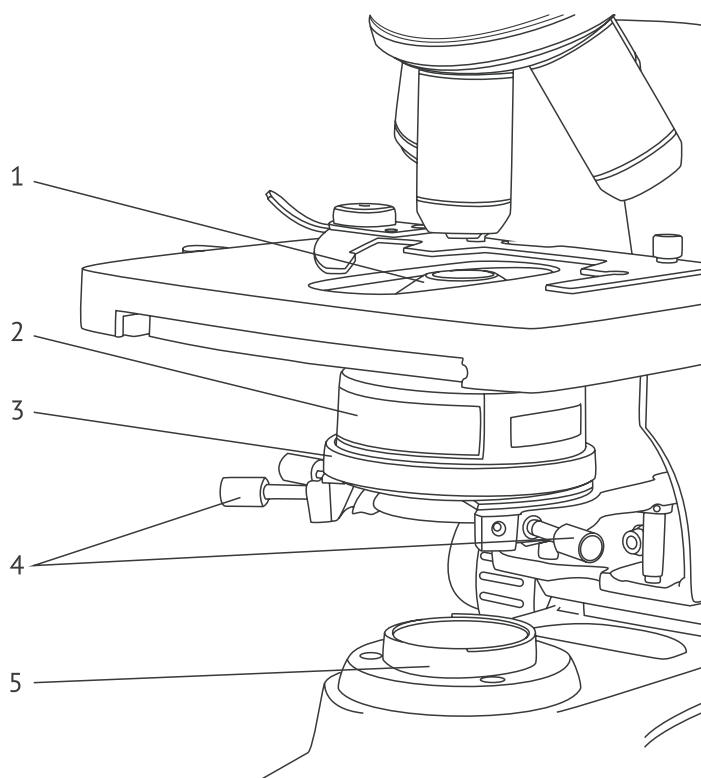
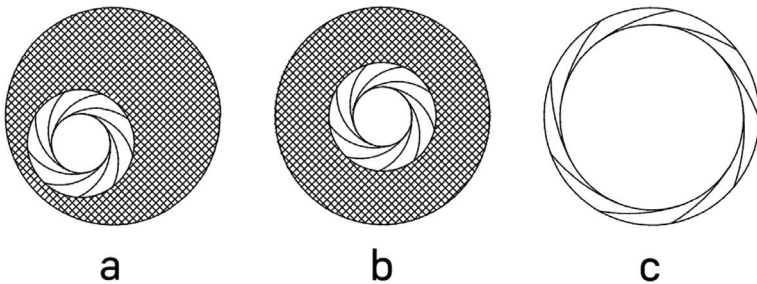

Рис. 10. Осветительное устройство микроскопа.
Рис. 11. Регулировка апертурной диафрагмы.
- Поворотом кольца 3 (рис. 10) против часовой стрелки полностью раскройте апертурную диафрагму.
- Наблюдая в окулярный тубус и медленно прикрывая диафрагму добейтесь появления изображения отверстия диафрагмы в выходном зрачке объектива (рис. 11 а или рис. 11b).
Если диафрагма не отцентрирована (рис. 11 а) необходимо произвести ее центровку.
- Поочередно вращая винты центрировки конденсора 4 (рис. 10) приведите изображение диафрагмы в центр зрачка (рис. 11 б).
- Поворотом кольца 3 (рис. 10) установите размер диафрагмы приблизительно 2/3 от диаметра выходного зрачка объектива (рис. 11 с).